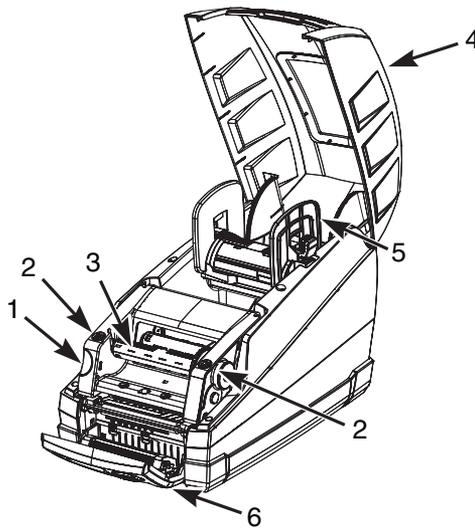
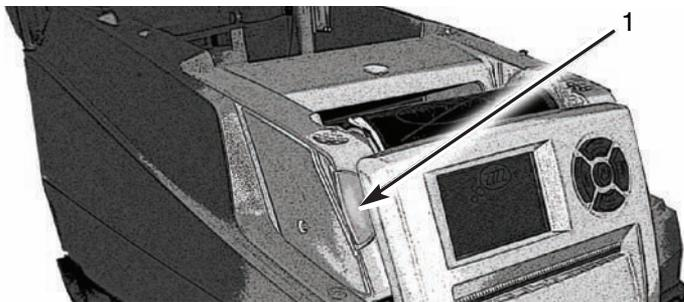
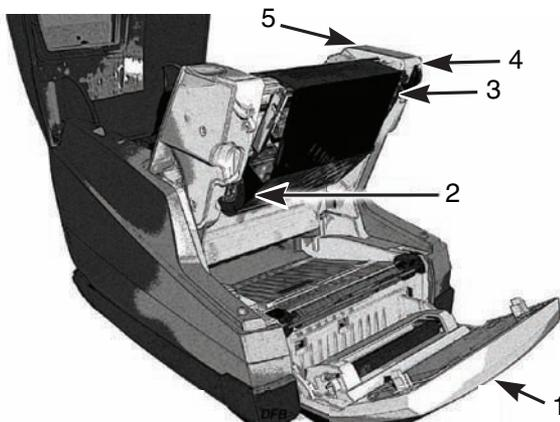
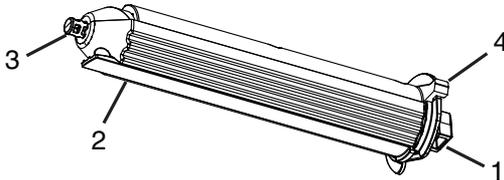

Bild 11, Brady IP-Drucker
Bild 12, Entriegelungstaster Druckmodul
Bild 13, Einsetzen der Transferfolie
Bild 14, Transferfolienaufwickler
- Öffnen Sie den Deckel Ihres Brady IP-Druckers (**Bild 11, 4**).
1. Öffnen Sie den Deckel (**Bild 11, 4**) und das Bedienfeld (**Bild 13, 1**).
2. Drücken Sie den Entriegelungstaster Druckmodul (**Bild 12, 1**) und heben Sie das Druckmodul (**Bild 13, 4**) an.
3. Setzen Sie das viereckige Ende der neuen Transferfolienspindel in die viereckige Aussparung auf der rechten Seite des Druckers ein, drücken Sie die Spindel leicht nach rechts und schieben Sie das andere Ende der Spindel in die Aussparung (**Bild 13, 2**) auf der linken Seite des Druckers.
4. Ziehen Sie das Ende der Transferfolie über den Thermo-Druckkopf (**Bild 13, 3**) auf den Transferfolienaufwickler(**Bild 14**) .
Um den Aufwickler wieder einzusetzen, setzen Sie den Vierkant (**Bild 14, 1**) in die Führung auf der rechten Seite des Druckers ein, drücken den Aufwickler leicht nach rechts und führen die Spitze in die Aussparung auf der linken Seite des Druckers.
5. Schieben Sie das Folie unter die Folienklemme (**Bild 14, 2**), so dass noch etwa 50 mm (2 Zoll) über die Klemme hinausragen.
6. Drehen Sie das Spannrade (**Bild 13, 5**) ein paar vollständige Umdrehungen, um sicherzustellen, dass die Folie nicht unter der Folienklemme hervorgezogen werden kann. Die Folie sollte nun glatt und straff unter dem Druckkopf hervorkommen.
HINWEIS: Um die Folie zu entfernen, drücken Sie den Aufwickler mit dem Daumenhebel (**Bild 14, 4**) zusammen und ziehen Sie die Folie vom Aufwickler ab.
7. Drücken Sie beidseitig auf die Verriegelungspunkte (**Bild 11, 2**), bis das Druckmodul einrastet. Schwenken Sie das Bedienfeld bis zum Einrasten an..
8. Schließen Sie den Deckel des Druckers (**Bild 11, 4**).